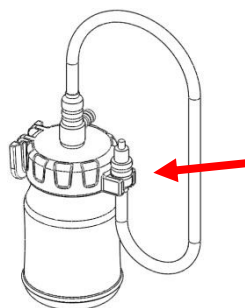

図5.
2. キャップの上のコネクタハンガーにコネクターをかけます(図5を参照)。